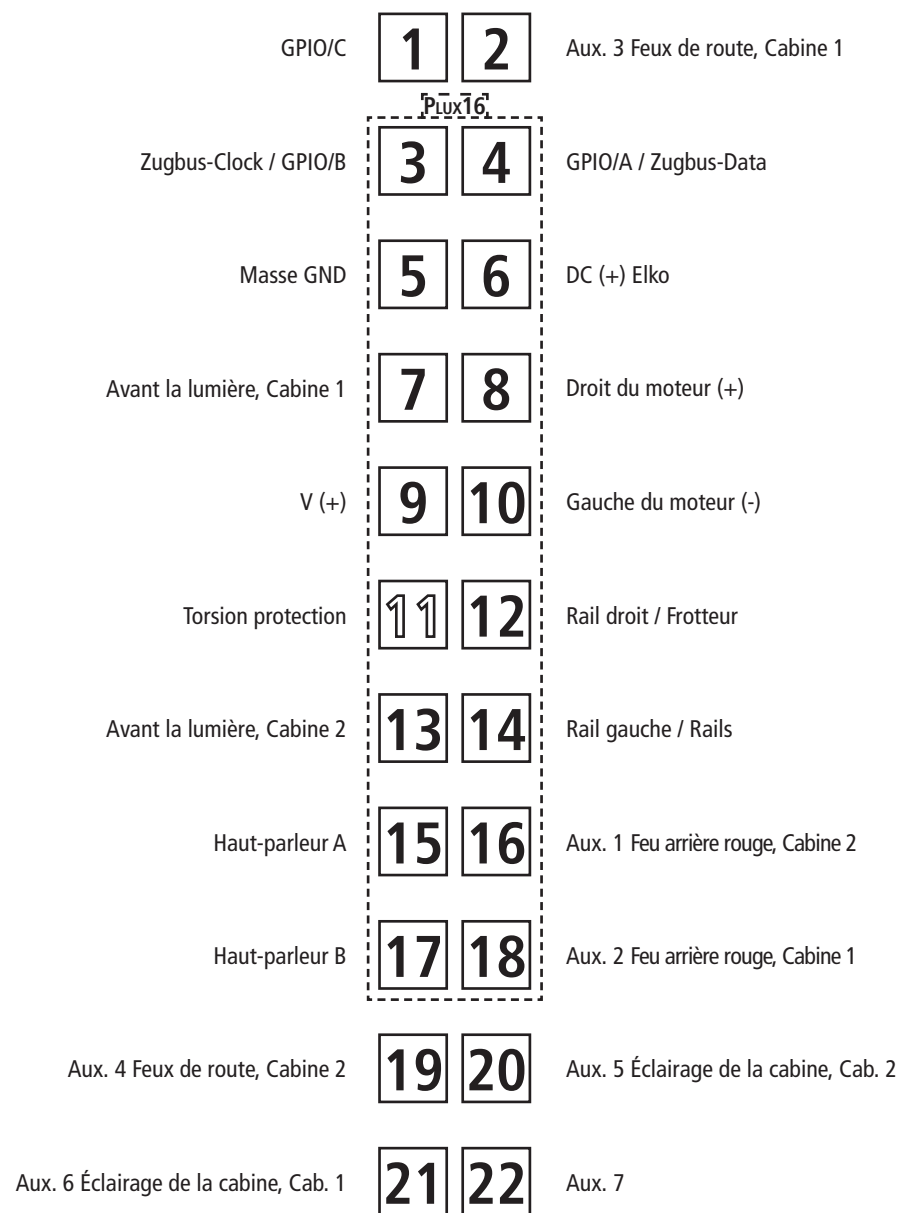

Fig. 7
**3. Haftreifenwechsel:** Zuerst die Drehgestellblende abnehmen (Fig. 4). Danach den **Radsatz** herausnehmen und die **Haftreifen** mit einer Nadel od. mit einem feinen Schraubendreher abziehen (Fig. 7). Beim Aufziehen der neuen Haftreifen darauf achten, dass diese sich nicht verdrehen.
**3. Change of traction tyre:** Remove the bogie blind (fig. 4). Take out **wheel set** and remove **traction tyre** using a pin or a fine screwdriver (fig. 7). When pressing on the new traction tyre please **avoid twisting it**.
**3. Échange des bandages d'adhérence:** Démontez d'abord **les flancs de bogies** des engrenages (fig. 4). Délogez ensuite les essieux bandagés et enlevez, à l'aide d'une aiguille ou d'un tournevis fin, les bandages d'adhérence (fig. 7). Lors du montage des nouveaux bandages veuillez veiller à ce que les bandages **ne soient pas tordu**.